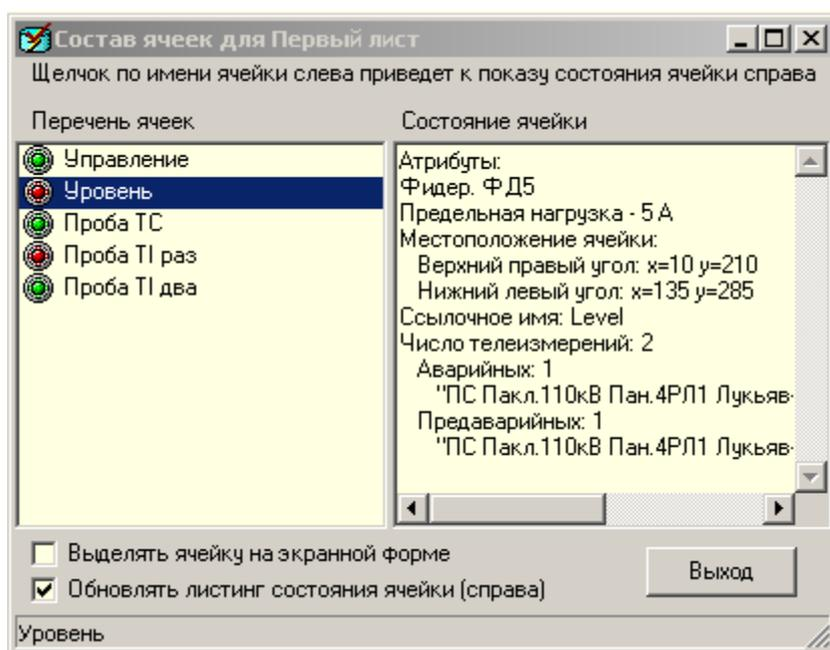

Рис. 8.8. Вид окна “Состав ячеек”.
8.1.3.1. Состав ячеек. При выборе пункта меню “Состав ячеек ” на экране появится окно, вид которого представлен на рис. 8.8.